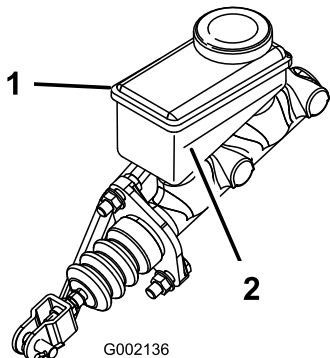

Bild 69
5. Lesen Sie den Flüssigkeitsstand am Stutzen an der Seite des Behälters ab (Bild 69).
- B. Füllen Sie DOT 3-Bremsflüssigkeit in den Behälter, bis der Füllstand über der Minimum-Markierung liegt (Bild 69).